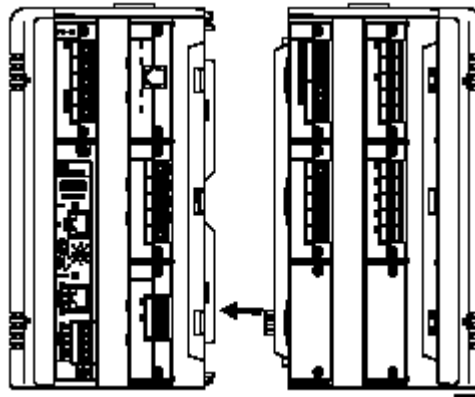

Рисунок 2-5. Разъем питания на объединительной панели
3. Сцентрируйте и слегка прижмите верхний правый край панели по отношению к правому левому краю контроллера. Разъем питания на объединительной панели должен быть выровнен с разъемом на задней панели ROC827 (см. Рисунок 2-5).
5. Поместите маленькую отвертку под скобу для вытягивания, расположенную сверху или снизу модуля центрального процессора, и слегка рычагом вытащите модуль из гнезда. Удобнее сначала слегка рычагом поддеть за верхнюю скобу, а потом за нижнюю (см. Рисунок 2-5). Вы почувствуете и услышите, как центральный процессор отсоединится от задней панели.
4. Затяните два винта на передней панели модуля ЦПУ (см. Рисунок 2-5).